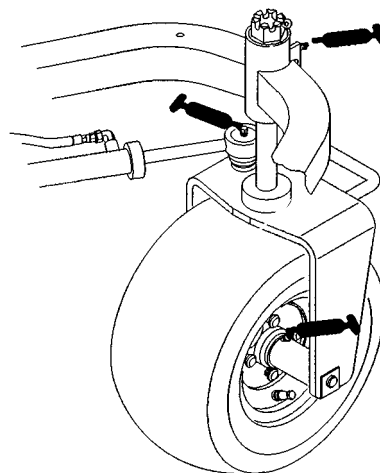
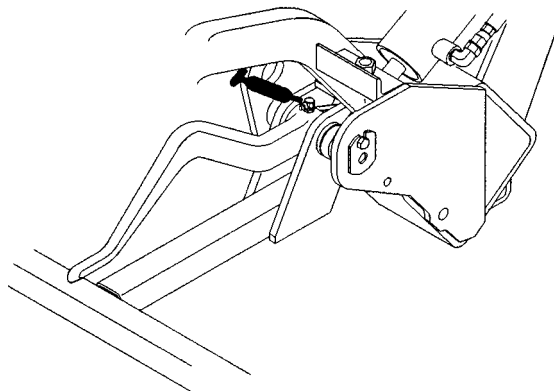
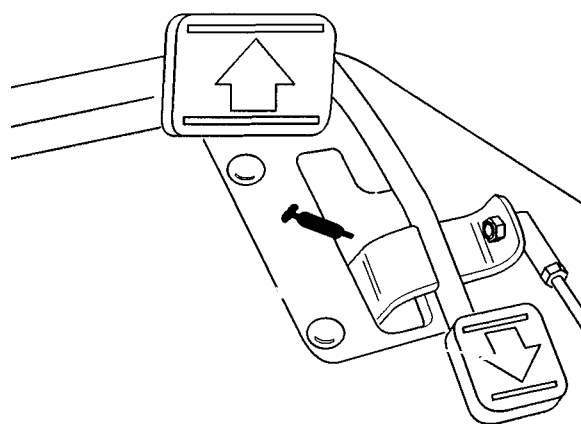

Figure 15
Figure 16
Figure 17
REMORQUAGE DU GROUPE DE DEPLACEMENT (Fig. 17)
Graisser les roulements et manchons suivants du groupe de déplacement: moyeu de roue arrière (1), roulement de roue pivotante (1), vérin de direction (2) (Fig. 15), bras de relevage (3) (Fig. 16), pivot de la pédale (1) (Fig. 17).